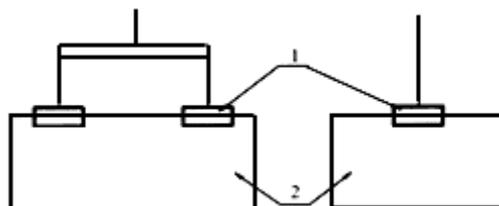

Рис.11
6. Специальными захватами с помощью подъемного механизма панель устанавливается на направляющие так, чтобы она собственным весом прижала изоляцию и нижнюю часть отлива (в случае составного отлива), находящиеся в пазе панели. Число захватов определяется исходя из толщины и длины панелей. Одним захватом можно поднимать панели толщиной до 100 мм и длиной не более 6 м; толщиной свыше 100 мм - длиной не более 4,5 м (рис.11, поз.1). Затем установленную панель прижимают к колоннам с помощью специальных струбцин (рис.12, поз.1), при этом необходимо следить, чтобы панель не была повреждена. Затем, с помощью уровня, проверяют горизонтальность установленной панели. Если необходимо, то, ослабляя и зажимая соответствующую струбцину, выравнивают уровень.